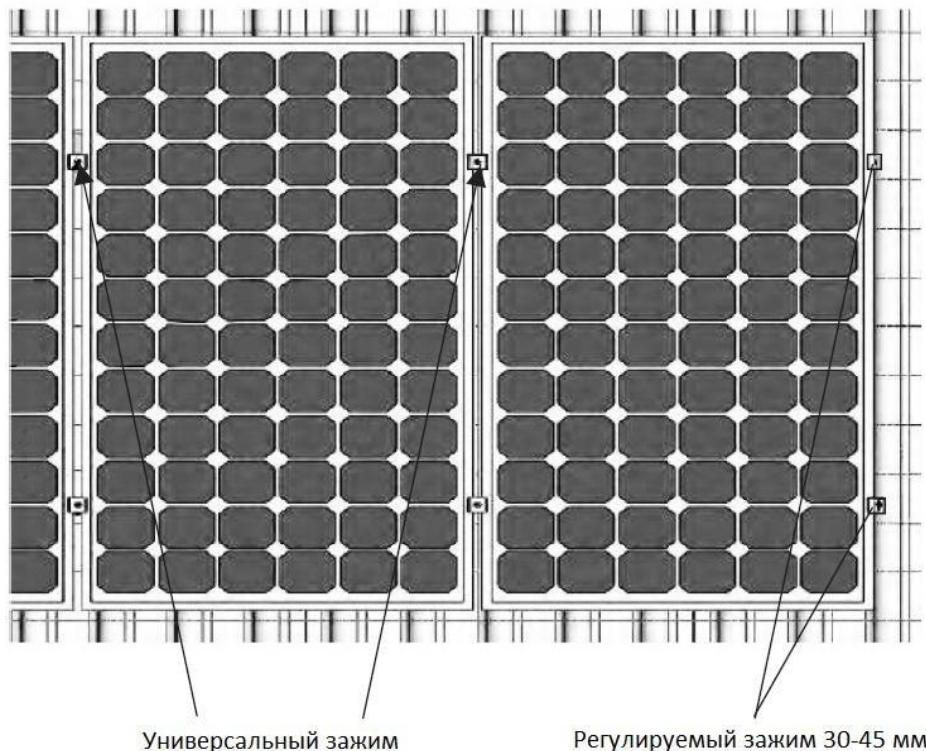

Рисунок 4.20 – Установка фотоэлектрических модулей.
**Шаг 9.** Закрепите ФЭМ к монтажному профилю с помощью регулируемого и универсального зажимов (рисунок 4.20). Повторите для остальных фотоэлектрических модулей.